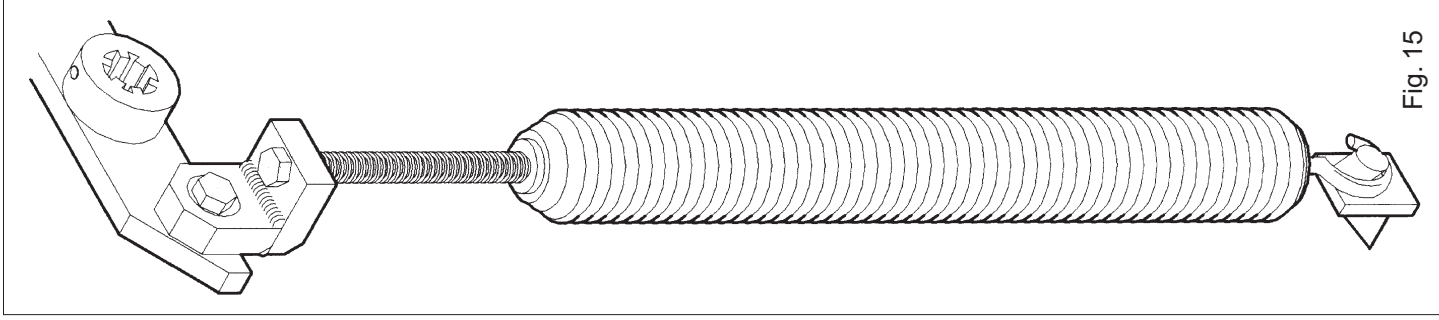

Fig. 15
- 12) Instalar el grupo resorte en el balancín, enganchar el resorte a la juntura inferior (fig.15), y actuar en el tornillo registro resorte cargándolo lo necesario para garantizar una suficiente ayuda al movimiento del asta. Para un balanceo correcto poner el asta a 45° y actuar sobre el tornillo de registro hasta equilibrar el peso.
- 12) Install the spring unit on the rocker arm, hook the spring onto the bottom connection (fig. 15) and turn the spring adjusting screw just enough to ensure bar movement. For correct balancing, put the bar to 45° and turn the adjusting screw until its weight is balanced.